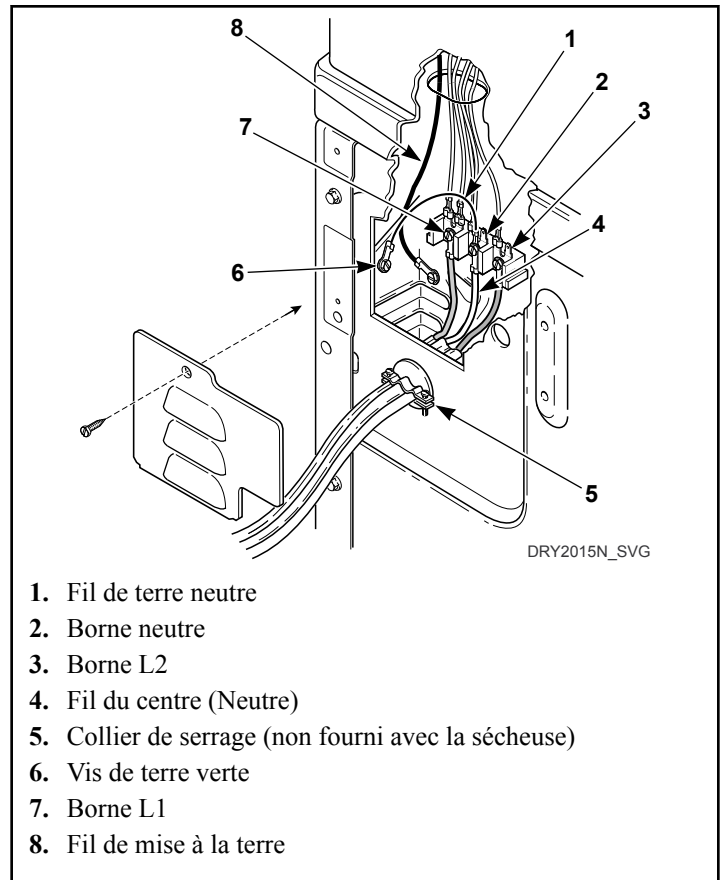

Figure 25
6. Utiliser les trois vis argentées enlevées à l'étape 3 pour attacher les fils du nouveau cordon d'alimentation et l'autre bout du fil de terre vert au bornier comme indiqué à la Figure 25 .